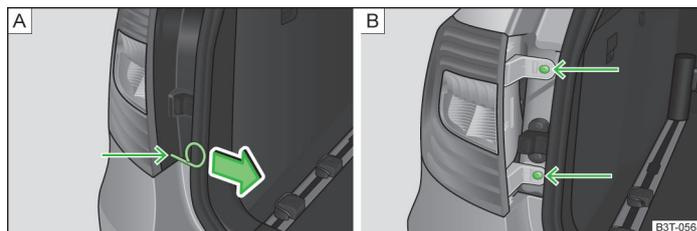

Abb. 208 Ausbauen: Abdeckung/Leuchte
- Den Bügel zum Abziehen der Radvollblenden » Seite 238, *Bordwerkzeug* in die Bohrung an der mit dem Pfeil gekennzeichneten Stelle stecken » Abb. 208 - **A**.
- Die Abdeckung in Pfeilrichtung abziehen » Abb. 208 - **A**.
- Die Leuchte mit dem Schlüssel aus dem Bordwerkzeug abschrauben » Abb. 208 - **B**.